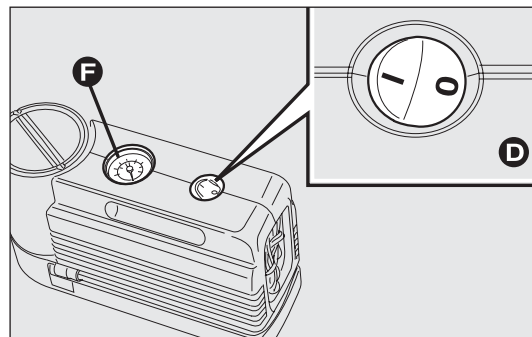
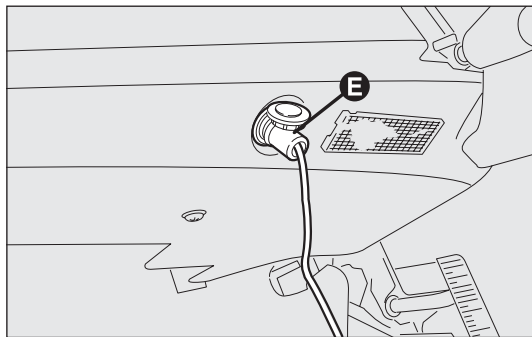

fig. 130
fig. 131
- ❑ assicurarsi che l'interruttore D-fig. 130 del compressore sia in posizione O (spento), avviare il motore, inserire la spina E-fig. 131 nella presa di corrente più vicina e azionare il compressore portando l'interruttore D-fig. 130 in posizione I (acceso). Gonfiare il pneumatico alla pressione prescritta nel paragrafo "Pressione di gonfiaggio" del capitolo "Dati Tecnici".
Per ottenere una lettura più precisa, si consiglia di verificare il valore della pressione sul manometro F-fig. 130 con il compressore spento;